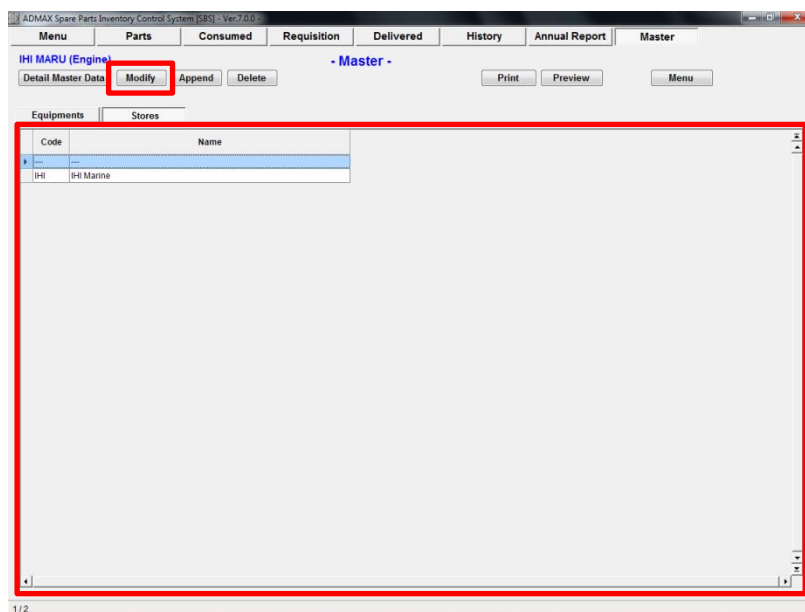

図 13.3 Stores List
3. “Stores List Screen”(図.13-3)が表示されます。この画面ではマスターデータベースに登録されている全ての店舗が表示されます。